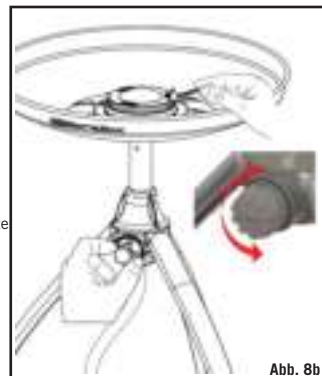

Abb. 8b
- Um das Gerät anzustellen, zünden Sie ein Streichholz oder Grillanzünder an. Öffnen Sie das Kontrollventil (K) ein wenig, wie unter ‚Allgemeines‘ beschrieben, und zünden Sie den Brenner (G) an. Bei Kaltstart kann das Gerät von oben angezündet werden (siehe Abb. 8b), bevor die gewünschte Kochfläche auf die Brennerpfanne (F) aufgesetzt wird.